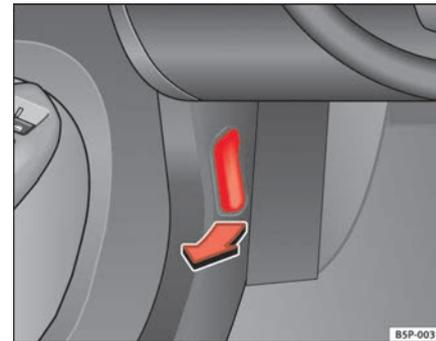

Abb. 160 Ausschnitt aus dem Fußraum auf der Fahrerseite: Entriegelungshebel für die Motorraumklappe
- Ziehen Sie den Hebel unter der Instrumententafel ⇒ Seite 221, Abb. 160 in Pfeilrichtung. Die Motorraumklappe wird durch Federwirkung entriegelt ⇒ .